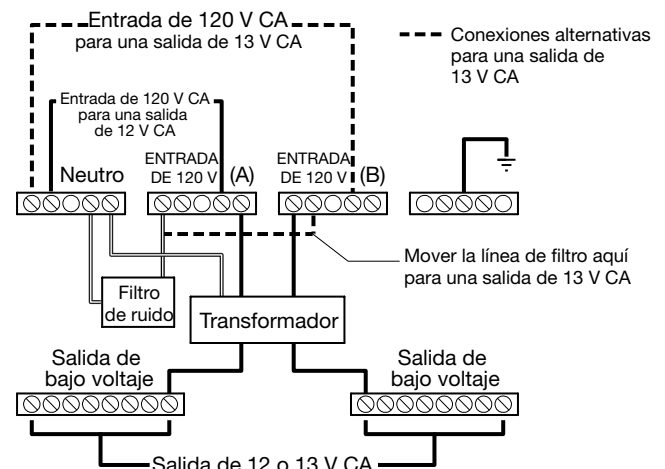

FIG. 8. Ubicaciones de cableado
6. Tire los conductores de alimentación desde la fuente hasta la caja de conexiones con transformador. Consulte FIG. 8 para ver la ubicación de las entradas de alimentación.
7. Realice las conexiones del cableado. Consulte FIG. 8.
- Entrada de 120 V (A) para una salida de 12 V, o
- Entrada de 120 V (B) para una salida de 13 V.
Nota: La conexión predeterminada de fábrica para el circuito del filtro de ruido es desde el bloque de terminales "Neutro" al bloque de terminales de "Entrada de 120 V (A)" para una salida de 12 V CA. Si se necesita una salida de 13 V CA, vuelva a cablear el filtro de ruido desde la conexión de "Entrada de 120 V (A)" a la conexión de "Entrada de 120 V (B)". Consulte FIG. 8.